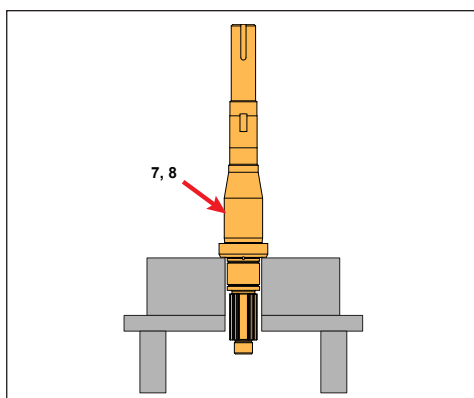

Figure 77 - Graissage de l'arbre
1. Lubrifiez la zone du roulement avant de l'arbre (figure 77, éléments 7, 8) avec de l'huile ou de la graisse. Placez l'arbre à la verticale dans une presse hydraulique, l'extrémité liquide étant orientée vers le bas.